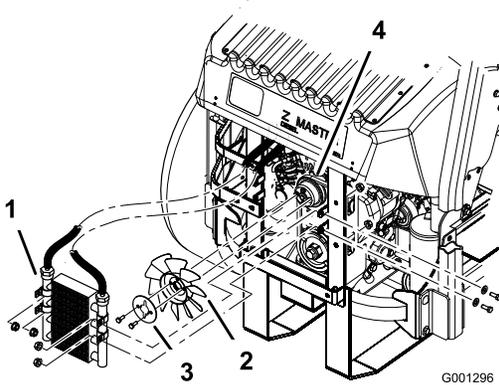

Figura 67
5. Retire los 4 pernos que sujetan el enfriador de aceite y coloque el enfriador de aceite en un lado (Figura 67).
6. Retire los 2 pernos que fijan el ventilador y el disco del ventilador a la máquina (Figura 67).
10. Instale el ventilador y el disco del ventilador en la máquina con los 2 pernos que retiró anteriormente (Figura 67).
11. Instale el enfriador de aceite con los 4 pernos que retiró anteriormente (Figura 67).